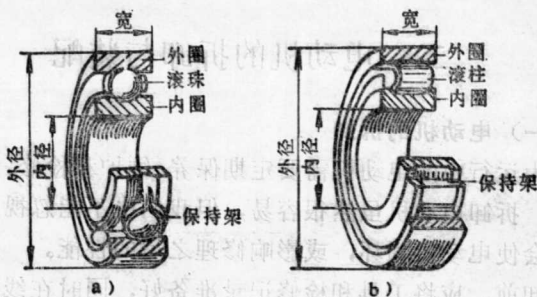

图1-8 滚动轴承的构造
2. 轴承 由外圈、内圈及滚珠组成。它的外圈紧套在端盖中心的圆孔中，内圈则紧套在转子轴上，如图 1-8 所示。当转子转动时，内圈随之转动，外圈则因和轴承端盖紧密配合而不动，两圈之间装有滚珠并涂有润滑脂，以减轻摩擦。